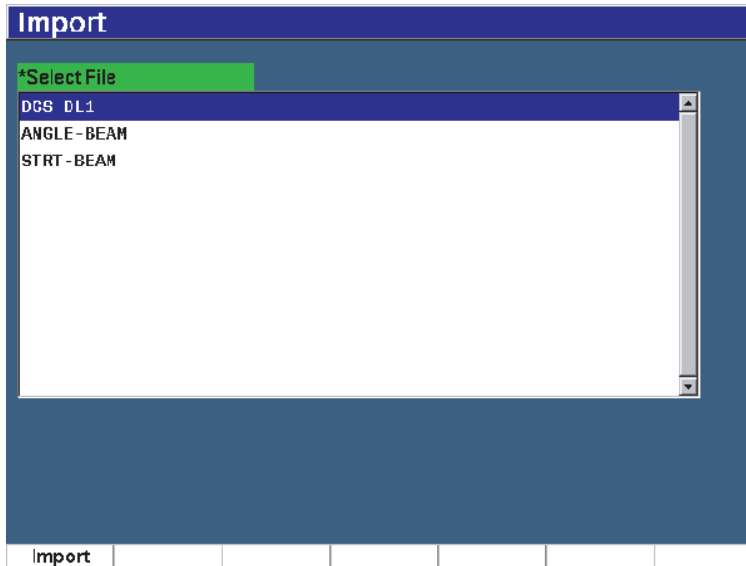

Figure 10-21 Fenêtre Import
1. Appuyez sur **Import Memo** (Importer note) [touche P7] pour afficher la fenêtre **Import** (voir la Figure 10-21 à la page 234).